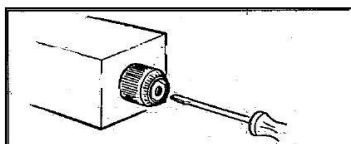

Fig.3.4
- Med en skruetrækker, tryk på stiften i midten af magnetventilen (See Fig. 3.4) for manuelt at låse magnetventilen op. Da den kan hænge efter lang tids inaktivitet.